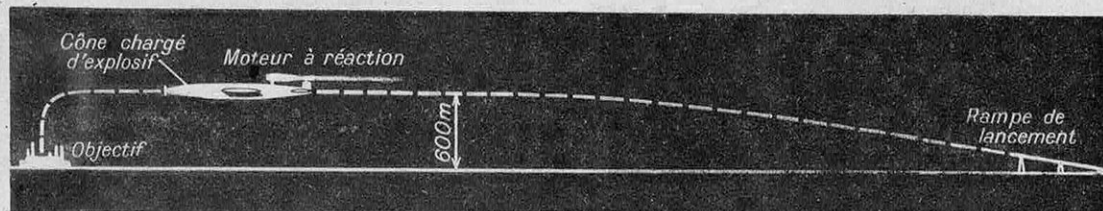
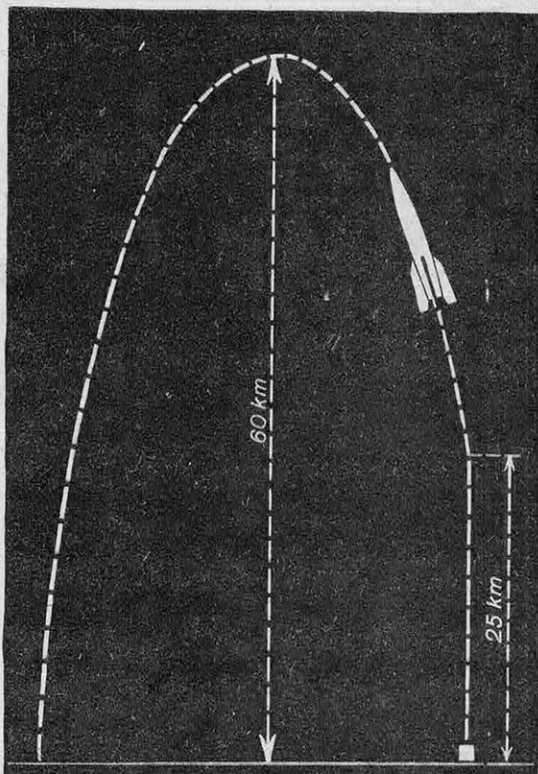
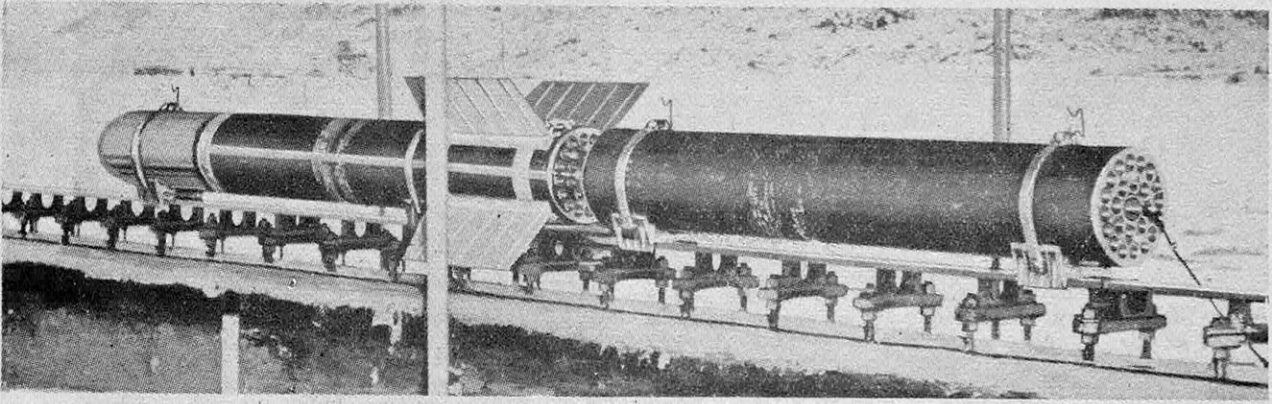

FIG. 5. — TRAJECTOIRE D'UN PROJECTILE TYPE V-1 A MOTEUR A RÉACTION (PULSORÉACTEUR)
FIG. 6. — TRAJECTOIRE D'UN PROJECTILE FUSÉE TYPE V-2
FIG. 7. — LA FUSÉE RADIOGUIDÉE AMÉRICAINE « TINY TIM »
Nous savons, d'autre part, que les Allemands et les Américains ont envisagé le guidage par radio des projectiles du genre V-1 et V-2 (1). Il faut remarquer, en effet, que les V-1 sont de petits avions, mis en direction de l'objectif sur leur base ou rampe de lancement et dont la portée est réglée par la durée de vol ou par la quantité de combustible emportée ; le point de chute ne peut donc être prévu qu'avec une approximation grossière ; le vent rencontré sur le parcours, ainsi que les irrégularités de consommation du moteur, provoquent des écarts importants (fig. 5). Les V-2, plus rapides, sont moins déviées par le vent et leur trajectoire se rapproche davantage des courbes balistiques (fig. 6). Malgré tout, ces projectiles ne peuvent être employés que sur des objectifs très étendus, car leur dispersion est considérable. La radio apporte une possibilité de surveiller leur trajectoire et de corriger leur mouvement pour les conduire au but choisi (fig. 7 et 8).
Les méthodes les plus modernes ont été mises en œuvre pour épargner toute peine aux ménagères. La cuisine, suffisamment spacieuse pour que l'on puisse s'y déplacer à l'aise, est exceptionnellement bien équipée, avec une cuisinière, un réfrigérateur, une machine à laver le linge, un évier, un égoutte-plats, un garde-manger et une armoire pour tous usages (fig. 6). La cloison qui sépare la cuisine du living-room est percée d'une large vitre qui permet à la maman de surveiller ses enfants pendant qu'elle s'occupe de la cuisine.